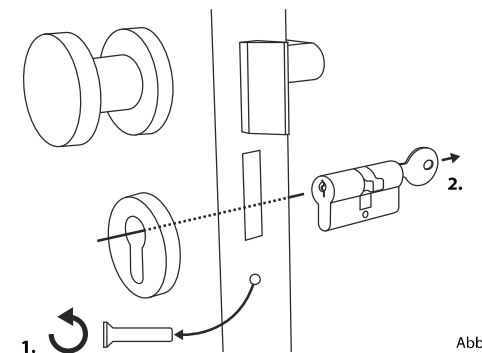

Abb. 1
- 1 Entfernen Sie den vorhandenen Türschloss-Zylinder, indem Sie die Stulpschraube in der Tür lösen und den Zylinder mit eingestecktem Schlüssel herausziehen (Abb. 1).